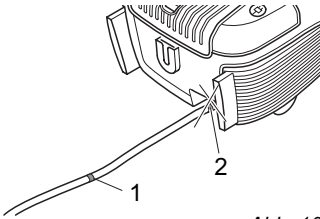

Abb. 10
2. Ziehen Sie das Kabel am Stecker (Abb. 1/15) bis zur gelben Markierung (Abb. 10/1) heraus.
Falls die rote Markierung (Abb. 10/2) sichtbar ist, ziehen Sie das Kabel wieder so weit ein, bis diese nicht mehr zu sehen ist, \triangleright Kapitel 3.2, „Ausschalten und Stromkabel aufrollen“. Ansonsten kann das Kabel abreißen. Es besteht die Gefahr eines elektrischen Schlages.